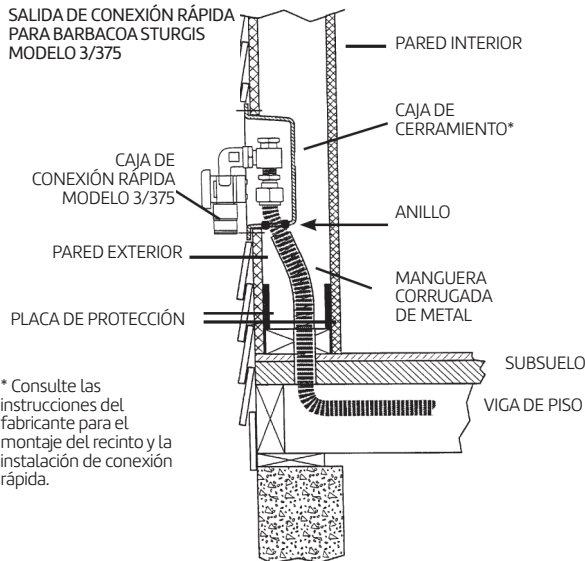

Figura 4.20
- A. Las parrillas móviles se deben conectar utilizando un conector para artefactos exteriores aprobado que se debe fijar al sistema de CSST en un empalme de terminación, un acople de desconexión rápida u otro empalme de transición con montaje rígido (figura 4.20). Para conectar el artefacto al sistema de tuberías de gas, se deberá utilizar un conector para artefactos exteriores aprobado.